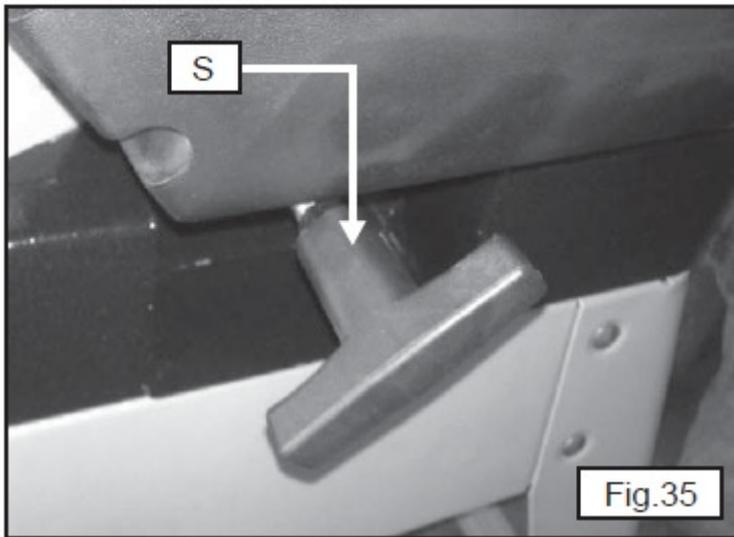

Рис. 35
Рукояткой (S) механизма переключения, рис. 35, при нажатии до упора подача составляет 10 см/с. При полном её вытягивании подача составляет 8 см/с. При центральном (нейтральном) положении рукоятки подача станка отключается.